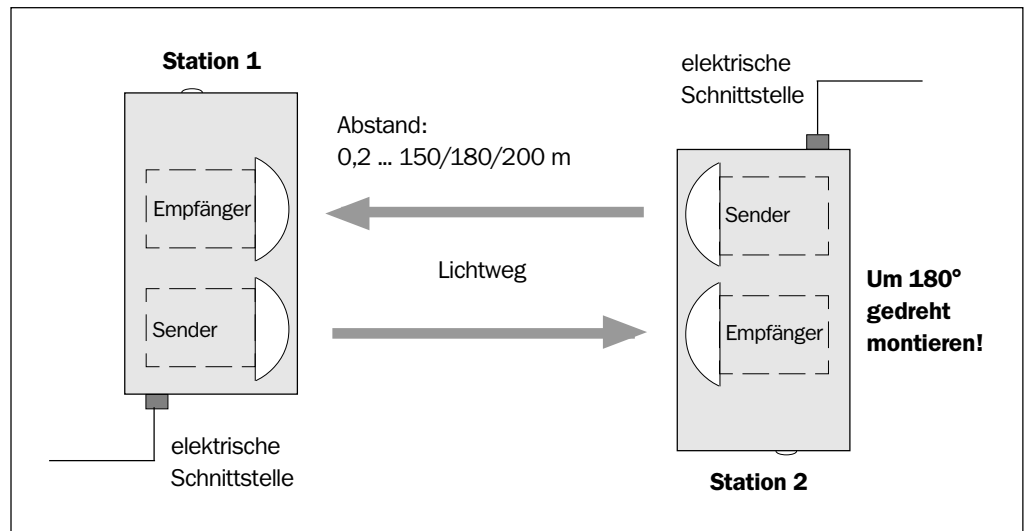

Abb. 4-1: Montage der beiden Geräteeinheiten bei Abständen 0,2 ... 150/180/200 m
- Die beiden Geräteeinheiten um 180° zueinander gedreht montieren (*Abb. 4-1*). Die beiden großen Linsen müssen sich jeweils gegenüberstehen.